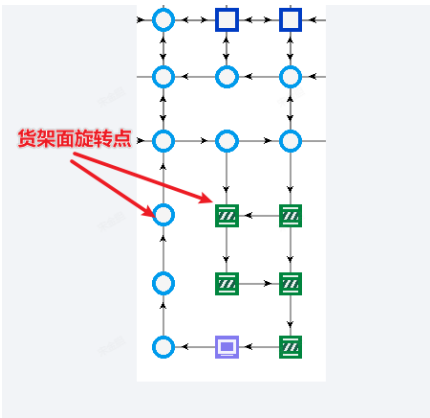

图 3-20-2 排队点空间足够货架旋转的情况
- 2、排队区配置货架不可旋转。使用该配置原因是：排队点位若旋转货架，会影响到离开工作台的车辆，以及前面后面的邻近排队的车辆。如果排队区域一定要设置货架旋转点，则需要旋转点与主通道预留足够安全距离，避免货架旋转影响主通道以及前后排队点位，见图 3-20-2。